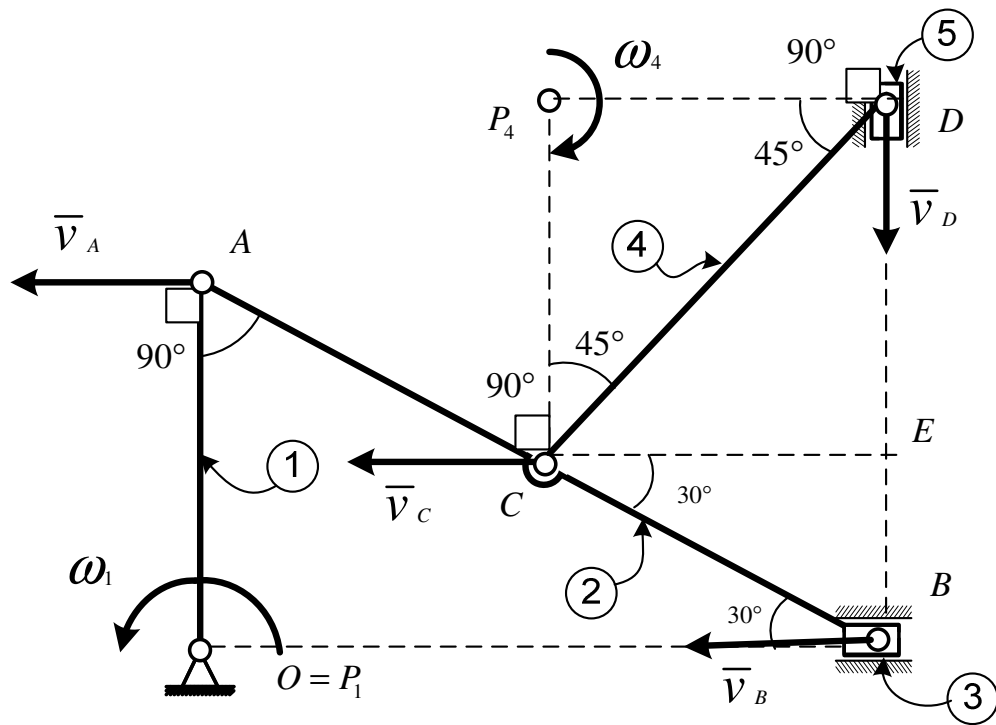

Fig.4.9
1. Le mécanisme est composé de cinq corps: la manivelle OA , les bielles AB , CD et les coulisseaux B , D (fig. 4.9).